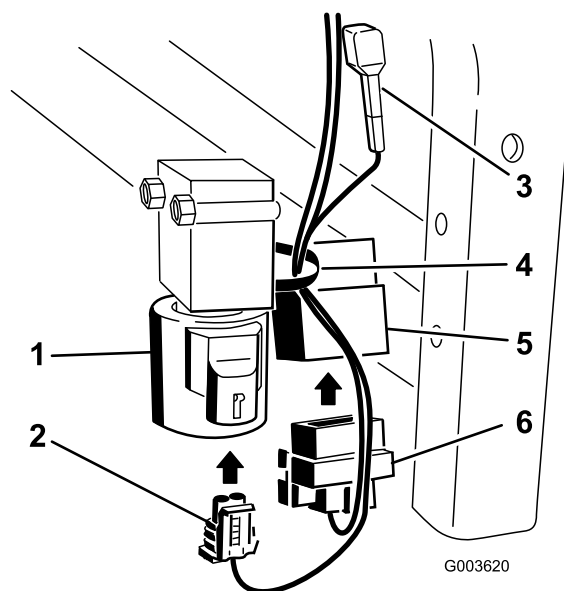

Figure 35
8. Connectez le connecteur carré au relais situé près de la vanne (Figure 35).
9. Montez le petit connecteur sur la vanne (Figure 35).